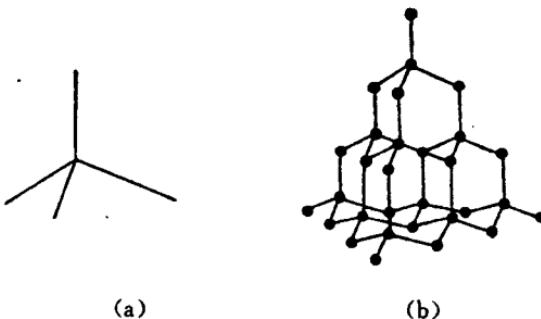

图 1.2 金刚石晶体结构模型框架
(1) 框架制作: 取两根长均为 154mm 铁丝, 先在中点处将铁丝弯成夹角为 $109^{\circ}28'$, 于曲点外部用小锉将其中一根锉出小凹槽, 另一根锉出小凸面, 使凹凸处能相互吻合, 再焊接成如图 1.2(a)所示形状, 共焊制 12 个, 然后由下往上将它们焊成如图 1.2(b)所示金刚石晶体立体结构。